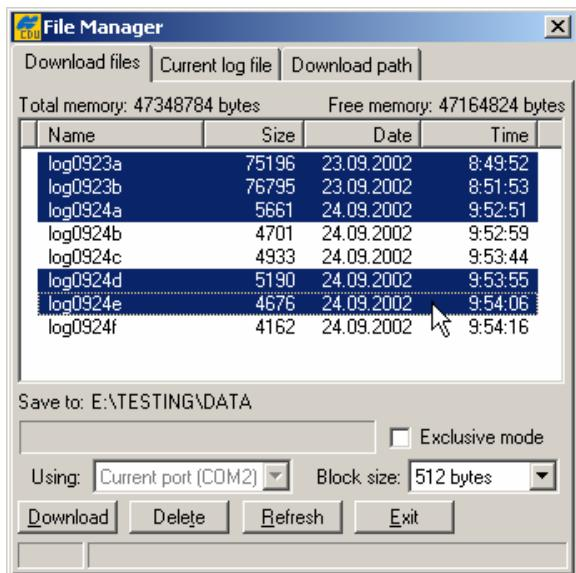

Рисунок 4-4. Файлы, подлежащие загрузке
5. Выберите вкладку **Download files** (**Файлы, подлежащие загрузке**) и выберите файл(ы) для загрузки, см. рис. 4-4 на стр. 4-12.